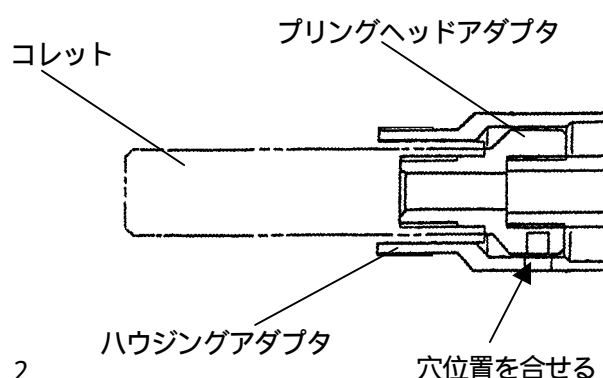
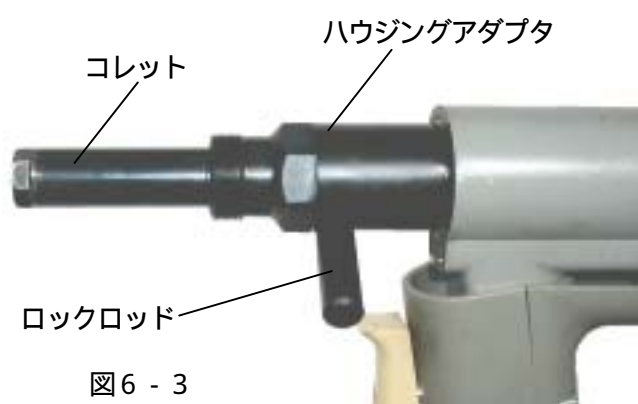

図6-2
図6-3
(2) コレットをスパナで回し、ハウジングアダプタの側面の穴とプリングヘッドアダプタの穴を合せ、付属のロックロッド (PRS1000HK-06) を差込み、これにてプリングヘッドアダプタを固定し、スパナでコレットを外してください。(図6-2、図6-3)
(図6-3)